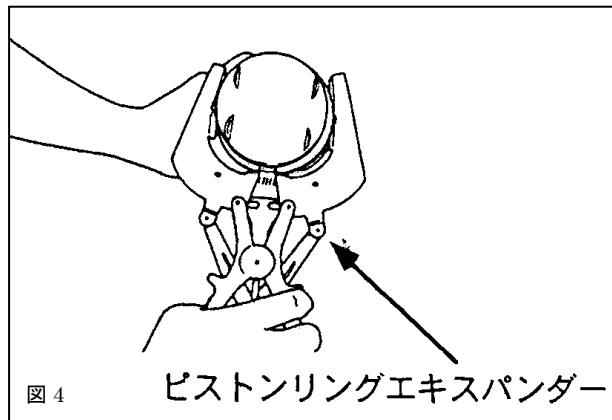
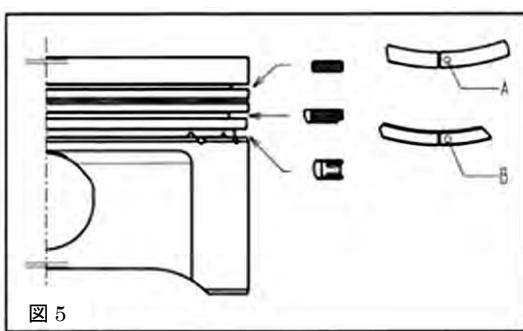

図4
図5
5.1 図4のように、ピストンリングをピストンリングエキスパンダーを用いてピストンに取付けてください。この時、トップ及びセカンドリングは図5に示す刻印のある面を上面にしてください。
- 5.3 コイルリングが装着されたピストンのオイルリング溝にレールリングを図4のようにピストンリングエキスパンダーを用いて取付けてください。